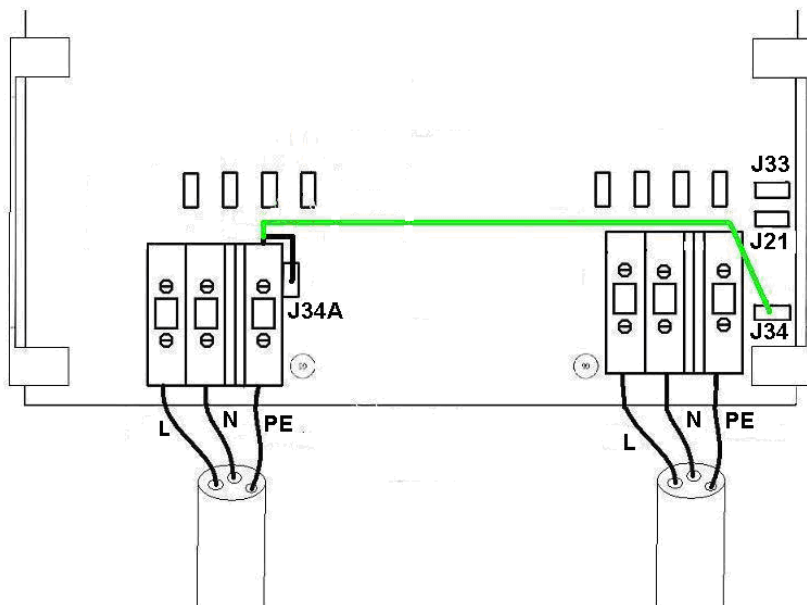

Abb. 4: Eingangserdung
2.3 Eingangserdung (Abb. 4)
- Im Schwimmzustand verbinden Sie die PE Eingangsklemme mit der Steckverbindung J34A (schwarzer Draht in Abb. 4) verbunden. Damit ist Ein- und Ausgang getrennt
- Befindet sich das Boot an Land (Winterlager oder Reparatur), muss aus Sicherheitsgründen eine Verbindung zwischen den beiden PE Leitern (Eingang und Ausgang) gelegt werden. Hierzu wird eine Überbrückung zwischen PE-Eingang und der Steckverbindung J34 gelegt (graue Verbindung in Abb. 4).